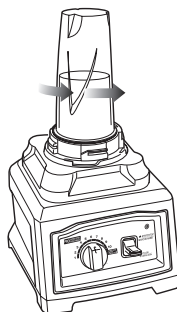
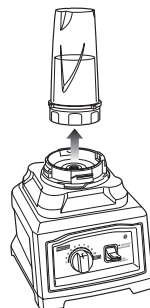

Fig. 12
Fig. 13
- 6 Lorsque vous avez obtenu la consistance désirée, éteignez l'appareil en soulevant le commutateur « Start/Stop/Pulse ». Ensuite, faites tourner gobelet dans le sens contraire des aiguilles d'une montre (Fig. 12) et tirez-le vers le haut pour le retirer de l'appareil. (Fig. 13)